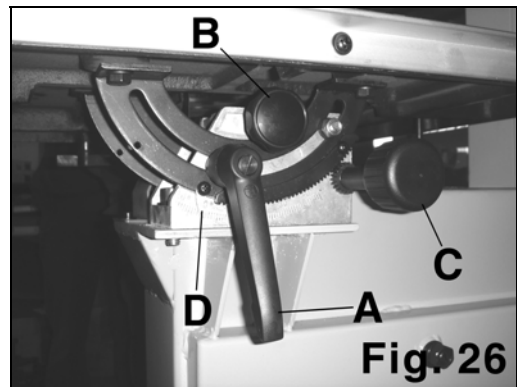

Fig. 26
3. Desserrez le levier (A) **Fig.26**.
4. A l'aide d'une équerre (A) **Fig.13A**, positionnez la table de sciage à angle droit avec la lame ruban et resserrez le levier (A) **Fig.26**.